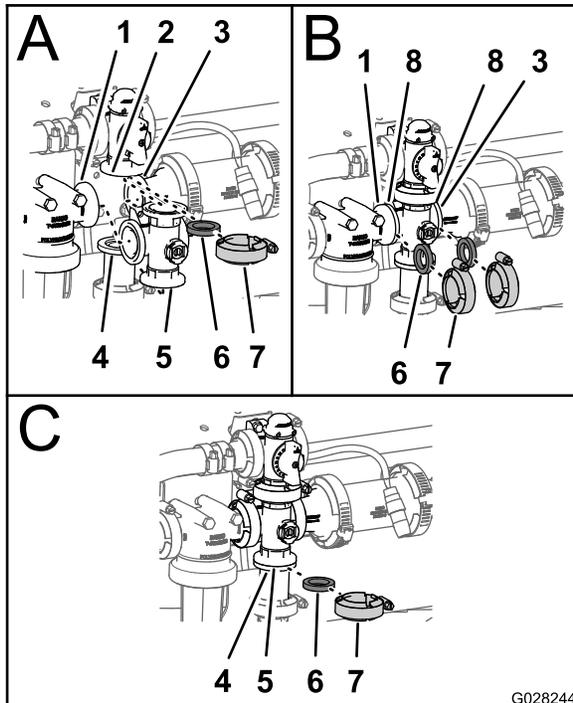

図 121
1. 攪拌バイパスバルブのフランジ、ガスケット1枚、攪拌バルブマニホールドのエンドキャップフィッティングのフランジを整列させる 図 121。
2. 攪拌バイパスバルブ、ガスケット、攪拌バルブマニホールドを組み立てて、クランプを手締める 図 121。
3. 圧力フィルタヘッドのフランジと攪拌バルブマニホールドのフランジの間にあるガスケットを整列させる 図 121。
4. 圧力フィルタヘッド、ガスケット、攪拌バルブマニホールドを組み立てて、クランプを手締める 図 121。
5. 攪拌バルブマニホールドのフランジと縮径カップリングのフランジの間にあるガスケットを整列させる 図 121。
6. 攪拌バルブマニホールド、ガスケット、リデュースカップリングを組み立ててクランプを手締める 図 121。
7. 攪拌バルブマニホールドのフランジとアダプタフィッティングのフランジとの間にガスケットを整列させる 図 121。
8. 攪拌バルブマニホールド、ガスケット、アダプタフィッティングを組み立ててクランプを手締める 図 121。